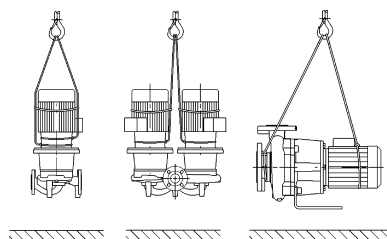

Fig. 7: Transport av pumpen
- Transportöglorna på motorn är endast till för att rikta lasten (Fig. 7).